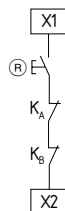

Fig.4
**Botão rearme externo (monitorizado) (ver Fig. 4)**